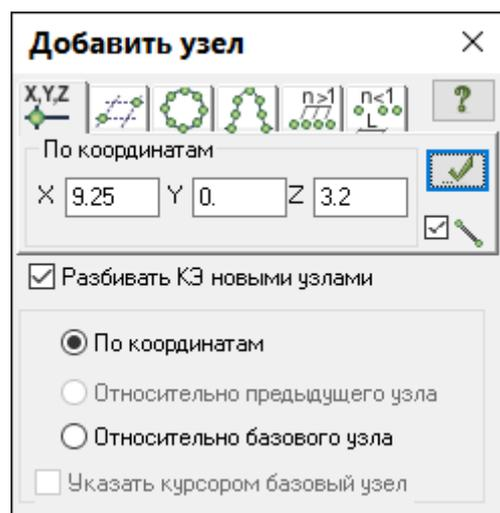

Рис.12.10. Диалоговое окно **Добавить узел**
- В этом диалоговом окне задайте следующие координаты узла (рис.12.10):